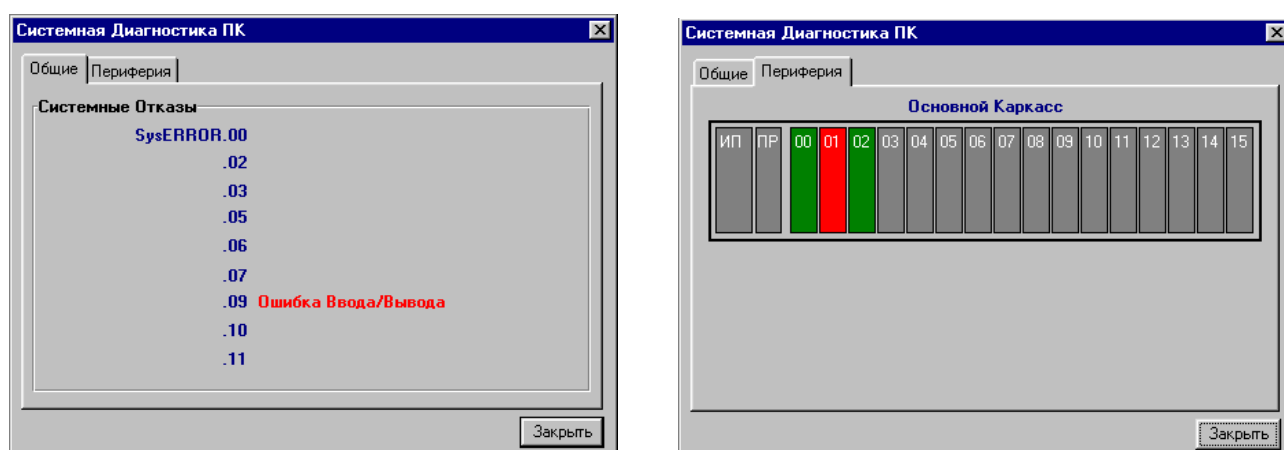

Рис.32 Окно диагностики программируемого контроллера
- Отображение битов слова системных ошибок с расшифровкой (См. *Окно диагностики* Рис.32).
- Графическое отображение отказов модулей ввода вывода (См. *Окно диагностики* Рис.32).
Окно диагностики представляет собой двухстраничный блокнот (См. Рис.32). На странице “**Общие**” отображаются биты слова системных отказов. На рисунке показан взведенным бит-9 “**Ошибка ввода-вывода**”. На странице “**Периферия**” мнемонически изображается компоновка контроллера по каркасам и модулям. Зеленый цвет модуля соответствует нормально функционирующему модулю, красный модулю имеющему отказ. Серый цвет указывает на отсутствие модуля на соответствующем посадочном месте (информация берется из конфигурации проекта).